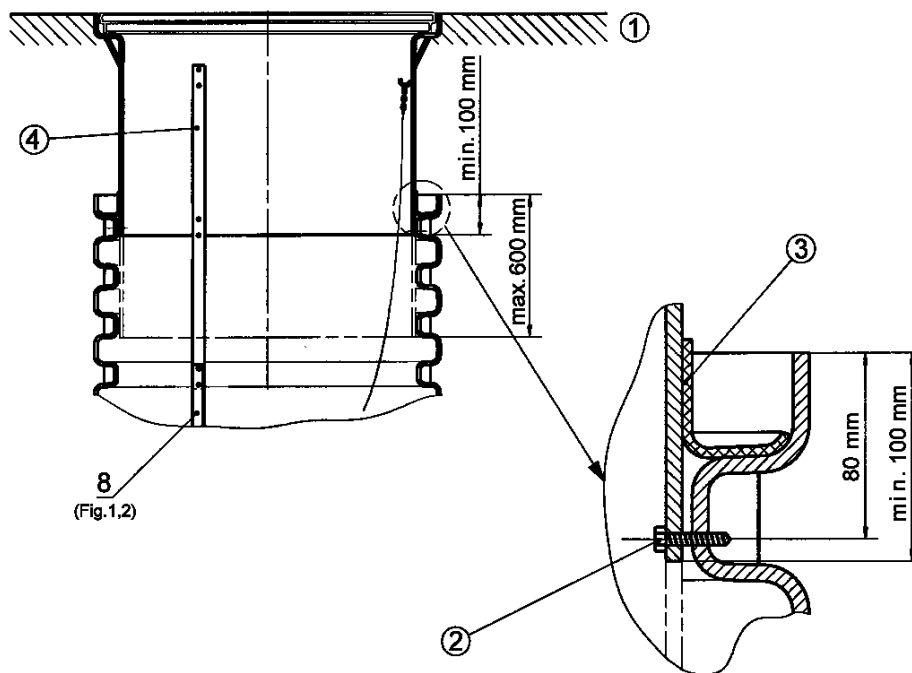

Fig. 5
- W przypadku potrzeby zastosowania **przedłużenia studzienki** (rys. 5) z powodu głęboko ułożonych dopływów lub w celu zabezpieczenia przed mrozem można zamówić takie przedłużenie o maksymalnej długości 700 mm jako wyposażenie dodatkowe. Specjalne długości na zamówienie.
- ◆ Wsunąć przedłużenie do otworu studzienki tak głęboko, aby górna krawędź przedłużenia była na poziomie gruntu (rys. 5, poz. 1). Przy przedłużeniu < 150 mm poleca się zastosowanie normalnie dostępnych w handlu kręgów betonowych z przynależną do nich pokrywą betonową lub skrócenie przedłużenia studzienki z dołu.
- ◆ Za pomocą 6 dołączonych śrub z łbem sześciokątnym (rys. 5, poz. 2) połączyć przedłużenie ze studzienką na najwyższym karbie studzienki.
- ◆ Wsunąć płaską uszczelkę (poz. 3) zgodnie z rys. 5 do górnego rowka studzienki tak, aby ułożyła się ona na rowku na możliwie największej powierzchni z małym promieniem i bez zafałdowań. Zwrócić uwagę na czystość stykających się powierzchni uszczelki i rowka.